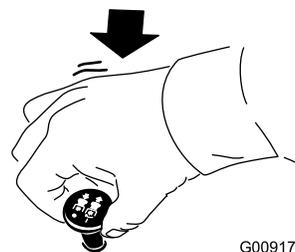

Figura 15
1. Desengate as lâminas deslocando o interruptor de controlo de lâmina na posição DESLIGAR (Figura 15).